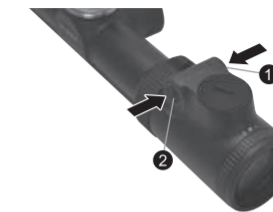

Fig. 3-8
Appuyez sur le bouton de réglage d'illumination "+" ① ou "-" ② pour allumer l'illumination (Fig. 3-8).